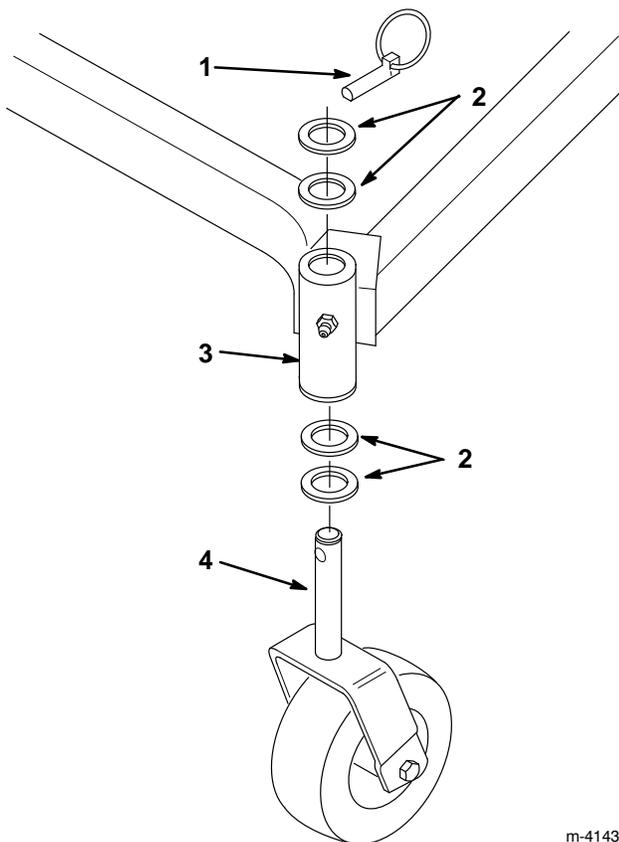

Figure 15
4. Pour modifier l'inclinaison avant/arrière, déplacer un même nombre de rondelles de butée sur les deux fourchettes des roues pivotantes. Enlever des rondelles au-dessus du fourreau du châssis porteur et les placer en dessous du fourreau pour relever l'avant de la tondeuse, ou enlever des rondelles du dessous et les placer au-dessus pour abaisser l'avant de la tondeuse (Fig. 15).
4. Pour corriger l'horizontalité transversale, déplacer les rondelles de butée d'une seule fourchette de roue. Enlever des rondelles du dessus du fourreau du châssis porteur et les placer en dessous pour relever un côté de la tondeuse, ou enlever des rondelles du dessous et les placer au-dessus pour abaisser ce côté (Fig. 15).